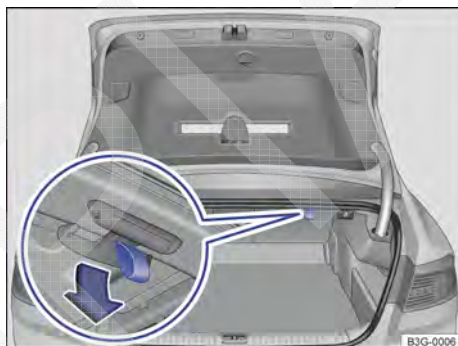

Fig. 254 No compartimento de bagagem: ganchos para sacolas.
- Puxar o gancho para sacolas para baixo segurando-o pela alça → Fig. 254.